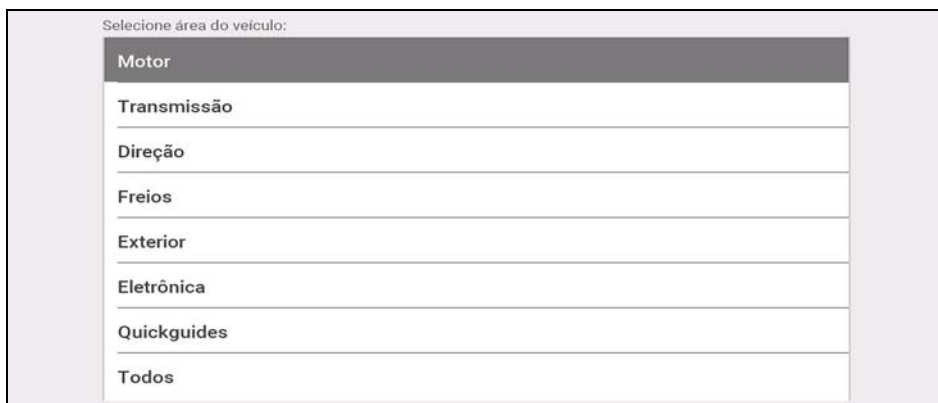

Figura 8-5
2. Selecione uma área do veículo (p. ex.: **Motor**, **Transmissão**, **Freios**, etc.) (Figura 8-5).